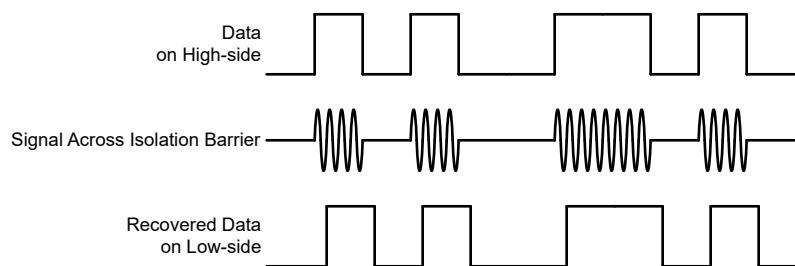

図 6-4. OOK ベースの変調方式
AMC22C11-Q1 は、 SiO_2 ベースの絶縁バリア越しにコンパレータの出力状態を送信するため、図 6-4 に示すオン / オフキーイング (OOK) 変調方式を採用しています。「機能ブロック図」に示す送信ドライバ (TX) は、デジタル 1 を表すために内部で生成された高周波キャリアを絶縁バリア越しに送信します。デジタル 0 を表す信号は送りません。